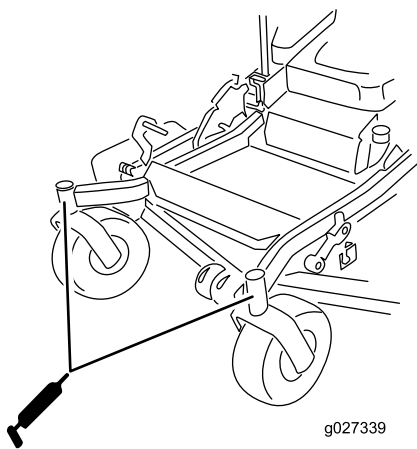

Figura 43
10. Instale el tapón hexagonal y la tapa (Figura 43).
11. Engrase los cojinetes de las ruedas giratorias (Figura 43).